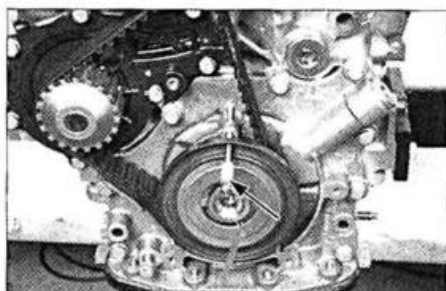

FIG. 10
- Calar la rueda dentada de cigüeñal con un pasador de 5 mm de diámetro y 55 mm de largo o del útil PSA 0194-A (fig. 10).
- Colocar el pasador de cigüeñal (fig. 10).